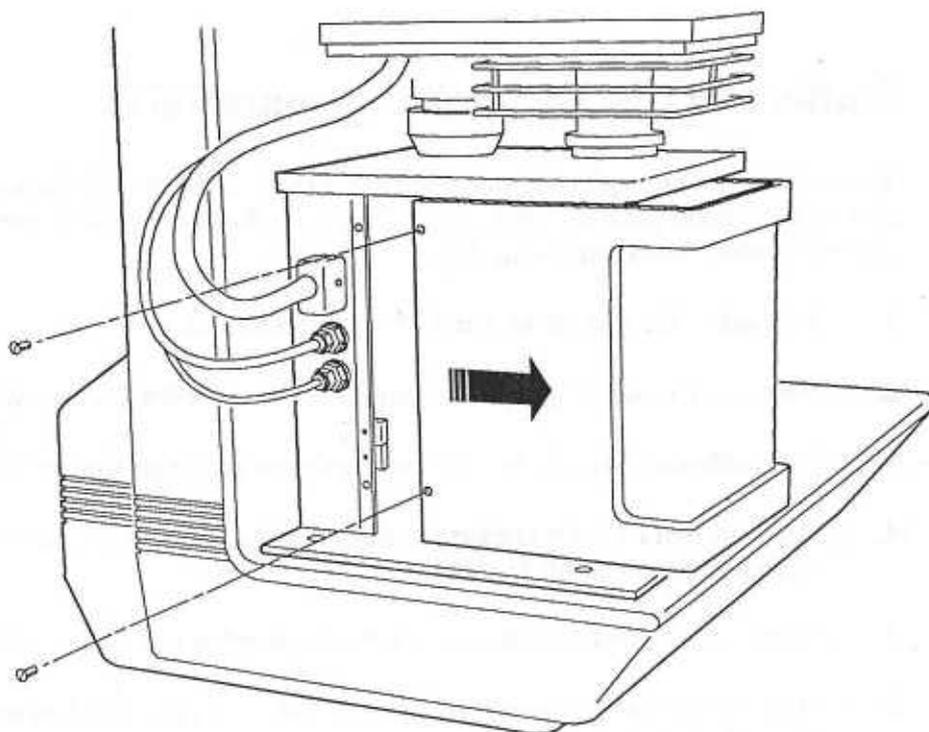

Bild 4
9. Drehen Sie die Befestigungsschrauben der Gewichtekammerabdeckung heraus (Es befinden sich an der rechten und an der linken Seite jeweils zwei Schrauben; s. Abb. 4).
10. Ziehen Sie die Gewichtekammerabdeckung nach vorne hin heraus (s. Abb. 4).